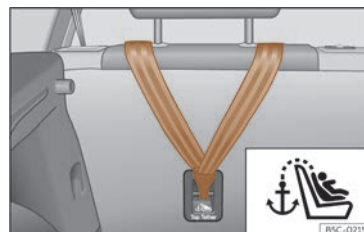
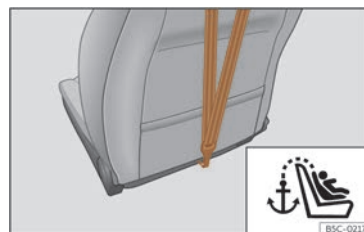

Fig. 57 Arrière de la banquette arrière : ancrage pour la ceinture Top Tether.
Fig. 58 Arrière du dossier du siège du passager avant : ancrage pour la ceinture Top Tether (non disponible sur tous les marchés).
- Faites glisser la sangle et fixez-la correctement à l'aide de l'ancrage derrière le dossier >>> **fig. 57** , >>> **fig. 58**.